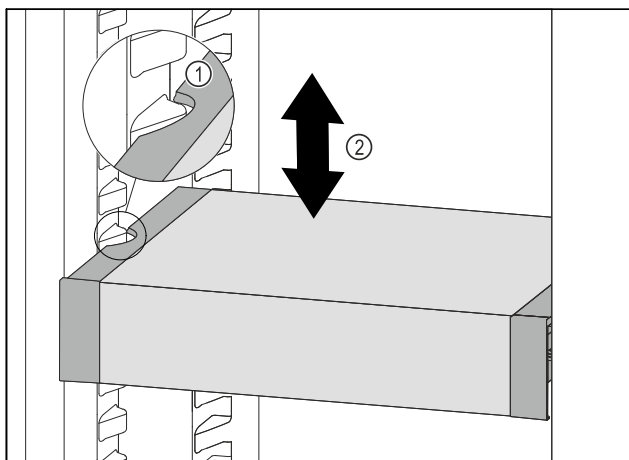

Fig. 82
- ▶ VarioSafe ťahajte dopredu, dokým sa bočné vybrania VarioSafe nebudú nachádzať vo výške rebra nádoby v chladničke. Fig. 82 (1)
- ▶ VarioSafe v chladničke presúvajte nahor alebo nadol, dokým sa dosiahne požadovaná výška. Fig. 82 (2)